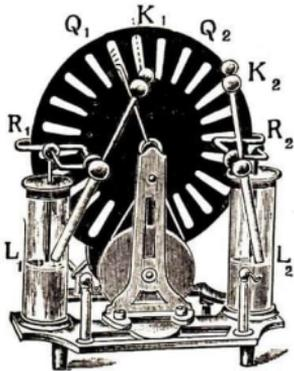

Abb. 310. Wimshurstmaschine
1. Einrichtung. Die Influenzmaschine (Abb. 310) besteht aus zwei entgegengesetzt rotierenden Hartgummischeiden (die mit kleinen Stanniolsektoren beklebt sind).